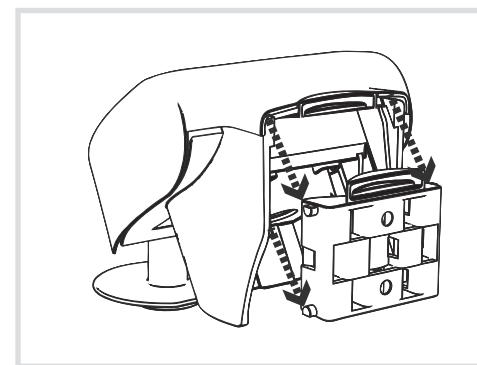

Figure 8 : montage sur le support de fixation
- (10) Bornes de raccordement pour l'alimentation auxiliaire
- (11) Borne de raccordement du bus KNX
- (12) Connecteur pour capteur de pluie dans le couvercle du boîtier
- (13) Bouton-poussoir d'adressage physique et LED d'adressage physique
- (14) Antenne GPS
- Poser le couvercle (8) sur la partie inférieure du boîtier (3) et l'enfoncer prudemment jusqu'à ce qu'il s'enclenche de façon audible.
- Pousser la station météorologique dans la fixation montée par le haut. Veiller à ce que les tenons du support de fixation murale ou sur mât s'enclenchent dans les guidages de la partie inférieure du boîtier de façon audible (figure 8).